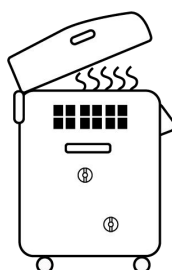

图 23
3. 运行刚结束请不要急于开盖取物，待锅内温度降至常温以下并带好防护手套后方可进行。一旦急于开盖会有大量的蒸汽冒出，以免烫伤。（图 23）